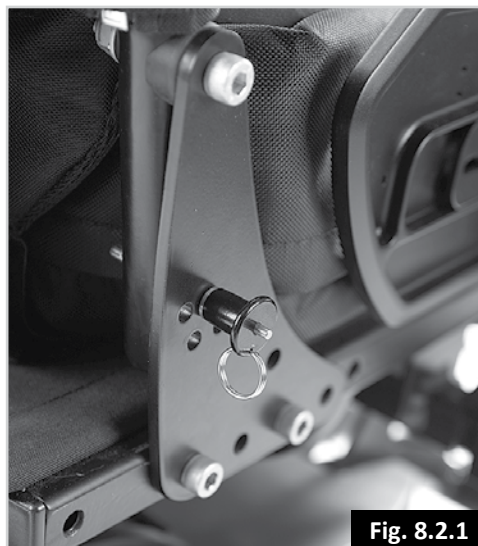

Fig. 8.2.1
8.4 Encosto de reclinção de fixação mecânica (90° a 102° - 4 posições) (Fig. 8.2.1)
O encosto pode ser ajustado em incrementos de 4° removendo os dois pinos de libertação rápida (Fig. 8.2.1).